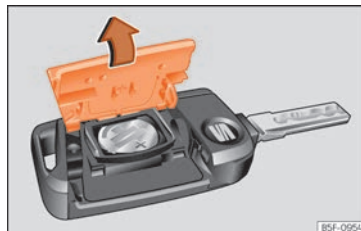

Abb. 83 Fahrzeugschlüssel: Deckel des Batteriefachs öffnen.
- Abdeckung auf der Rückseite des Fahrzeugschlüssels »» Abb. 83 in Pfeilrichtung abnehmen »» ❶.
- Abdeckung wie gezeigt ansetzen »» Abb. 83 und entgegen der Pfeilrichtung auf das Fahrzeugschlüsselgehäuse drücken, bis sie einrastet.